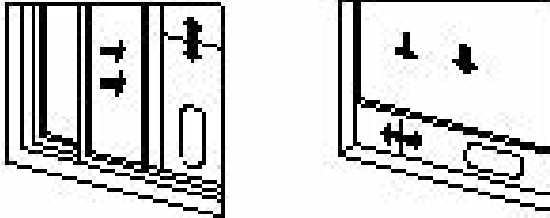

Abb. 5
- ▶ öffnen Sie das Fenster zur Hälfte und montieren Sie horizontal oder vertikal die Dichtplatte aus dem Satz (18).
- ▶ bewegen Sie die Elemente der Dichtplatte, stellen Sie den Abstand der Platten so ein, dass sie den nach dem Bewegen des Fensters (Abb. 5) entstandenen Raum dicht ausfüllen, und dann blockieren Sie mit einer Schraube, gegebenenfalls schneiden Sie die Platte auf die richtige Länge ohne Spalt ab.